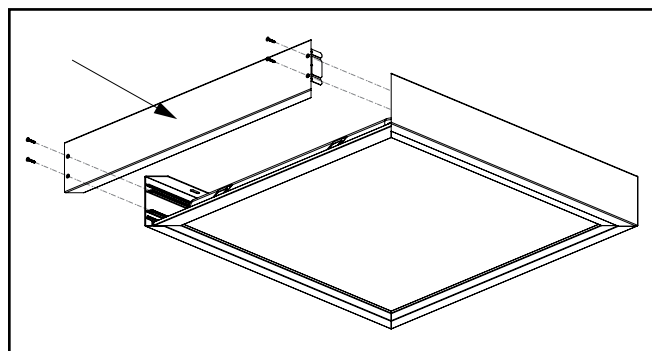

Figure 9.
- A9. Réinstallez le rail de type « B » lâche, les supports en L et les vis, puis apposez les étiquettes fournies sur le rail long à côté de chaque vis. (Figures 9 et 10.)